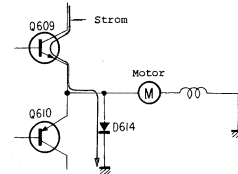

Abb. 6
- 9) Strom ④ (größer als Strom ③) wird über D617 dem Motor zugeführt, der nun mit doppelter Geschwindigkeit rotiert.
- 13) Der Motor wird nicht länger mit Strom versorgt und setzt aus (siehe Abb. 6).